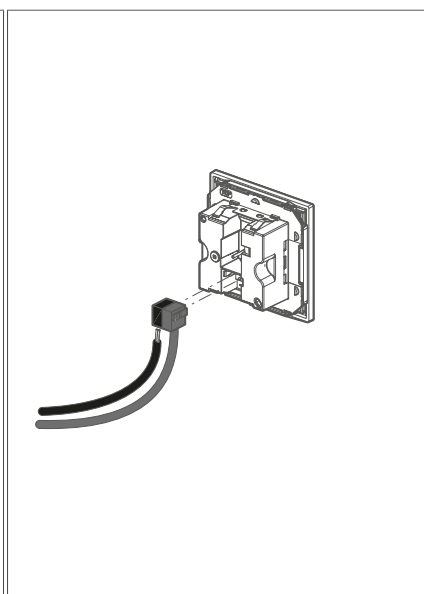

Fig. 20: Scollegamento del morsetto di collegamento bus KNX
- ③ Rimuovere il morsetto di collegamento bus KNX dal dispositivo (guardare Fig. 20).
- ④ Opzionale: Scollegare il morsetto di collegamento del sensore di temperatura.